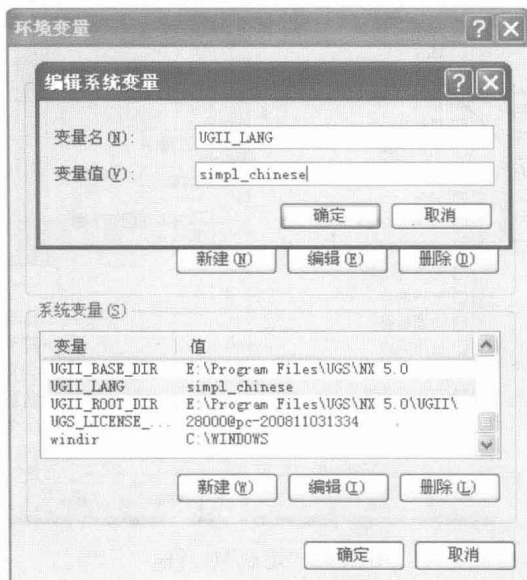

图 1.3 “编辑系统变量”对话框
① 单击【开始】|【控制面板】|【性能与维护】|【高级】|【环境变量】命令,弹出“环境变量”对话框。
② 在“系统变量”列表框中找到“UGII_LANG”选项,单击【编辑】按钮(或用鼠标左键双击),弹出如图 1.3 所示的“编辑系统变量”对话框。